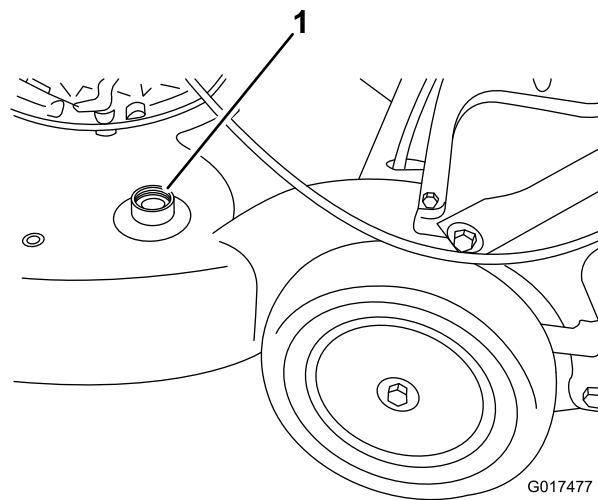

Figura 39
3. Introduzca una manguera de jardín conectada a un grifo en el orificio de lavado de la carcasa del cortacésped (Figura 39).